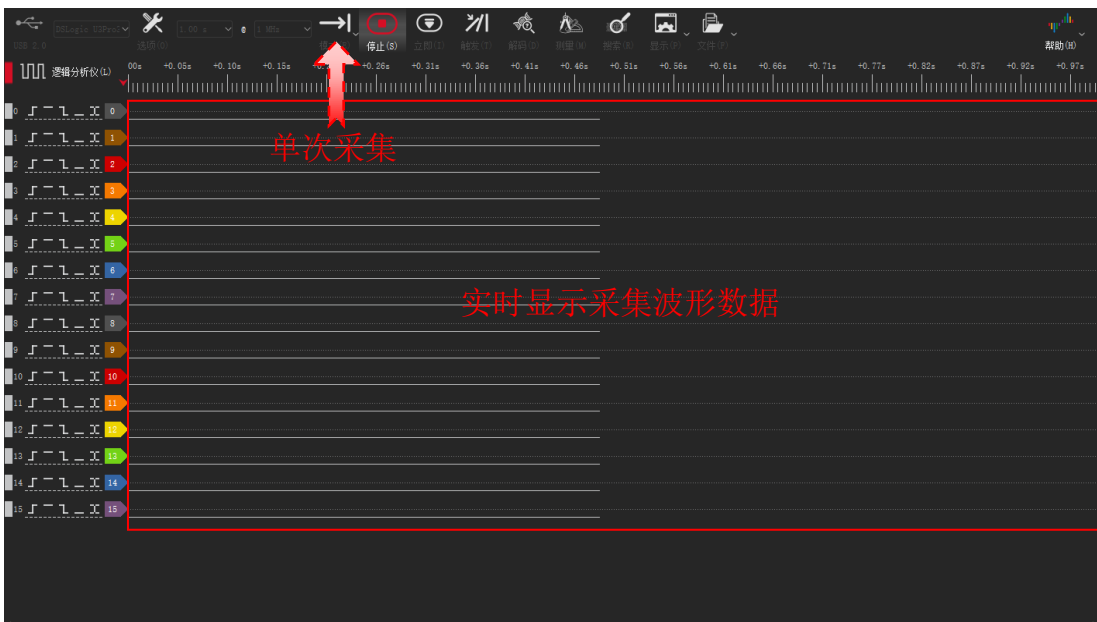

图 2-28
**单次采集：**如图 2-28 所示，在这个模式下，采集操作只会被执行一次。在采集过程中会实时上传波形数据至 DSView 并显示。当显示的波形长度达到设置的采样时长时，DSView 将停止采集。